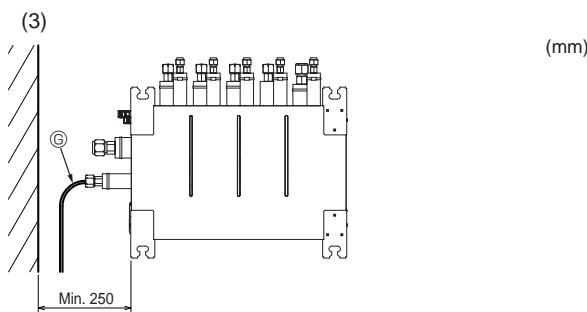

Fig. 4-9
(3) Vista superiore (Fig. 4-9)